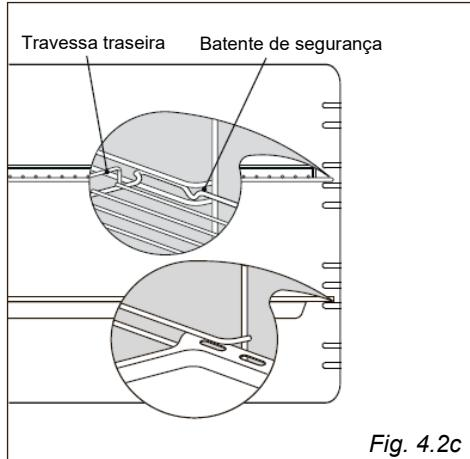

Fig. 4.2c
- Introduza o tabuleiro do forno e a grelha entre as guias dos suportes laterais como indicado na fig. 4.2c.